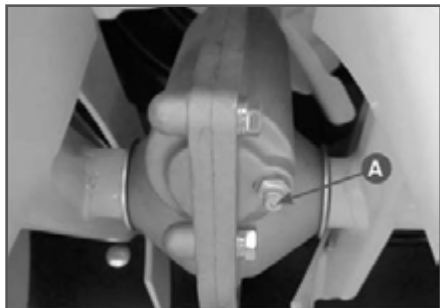

Рис. 30 Обслуживание редуктора
Добавляйте смазку в редуктор через масленку Рис. 30 (A) специальным шприцем (в комплект поставки не входит) каждые 50 часов работы. Используйте универсальную смазку CHAMPION EP-0 или аналогичные смазки других производителей.